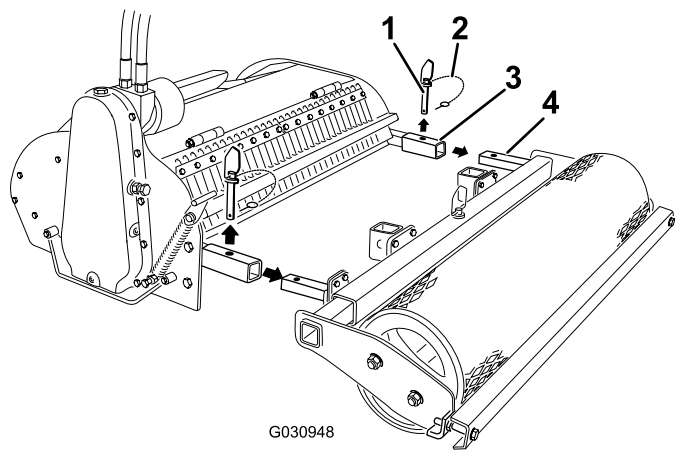

Рисунок 5
3. Вийміть шпильки із маніпуляторів культиватора (Рисунок 5).
4. Зніміть ролик з культиватора (Рисунок 5).